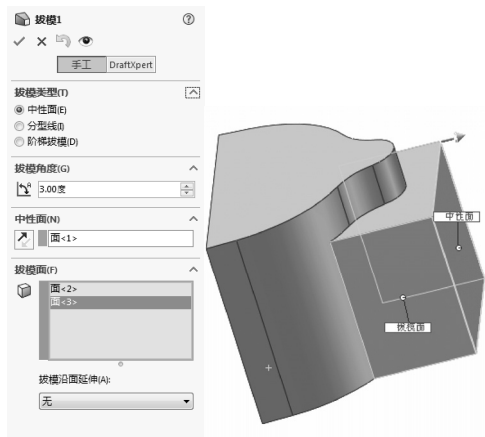
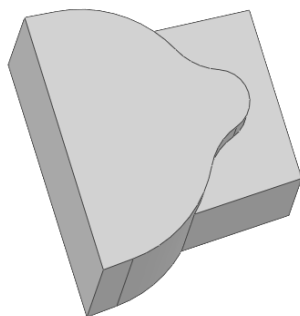

图 6-86 “拔模”属性管理器
图 6-87 拔模实体结果
6) 拔模实体。单击“特征”控制面板中的 (拔模) 按钮, 系统弹出图 6-86 所示的“拔模”属性管理器。在视图中选择步骤 5) 创建拉伸体的外表面为中性面, 两侧面为拔模面, 如图 6-86 所示, 输入拔模角度“3”, 单击属性管理器中的 (确定) 按钮, 结果如图 6-87 所示。